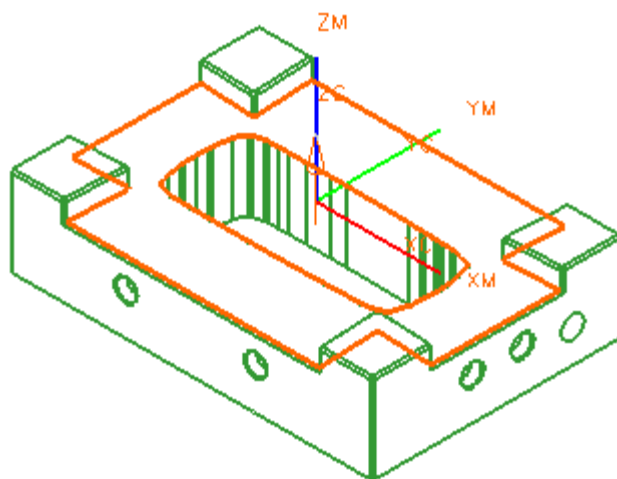

图 9-48
- 单击 , 重新选择如图 9-48 所示的平面为底平面，单击 OK。